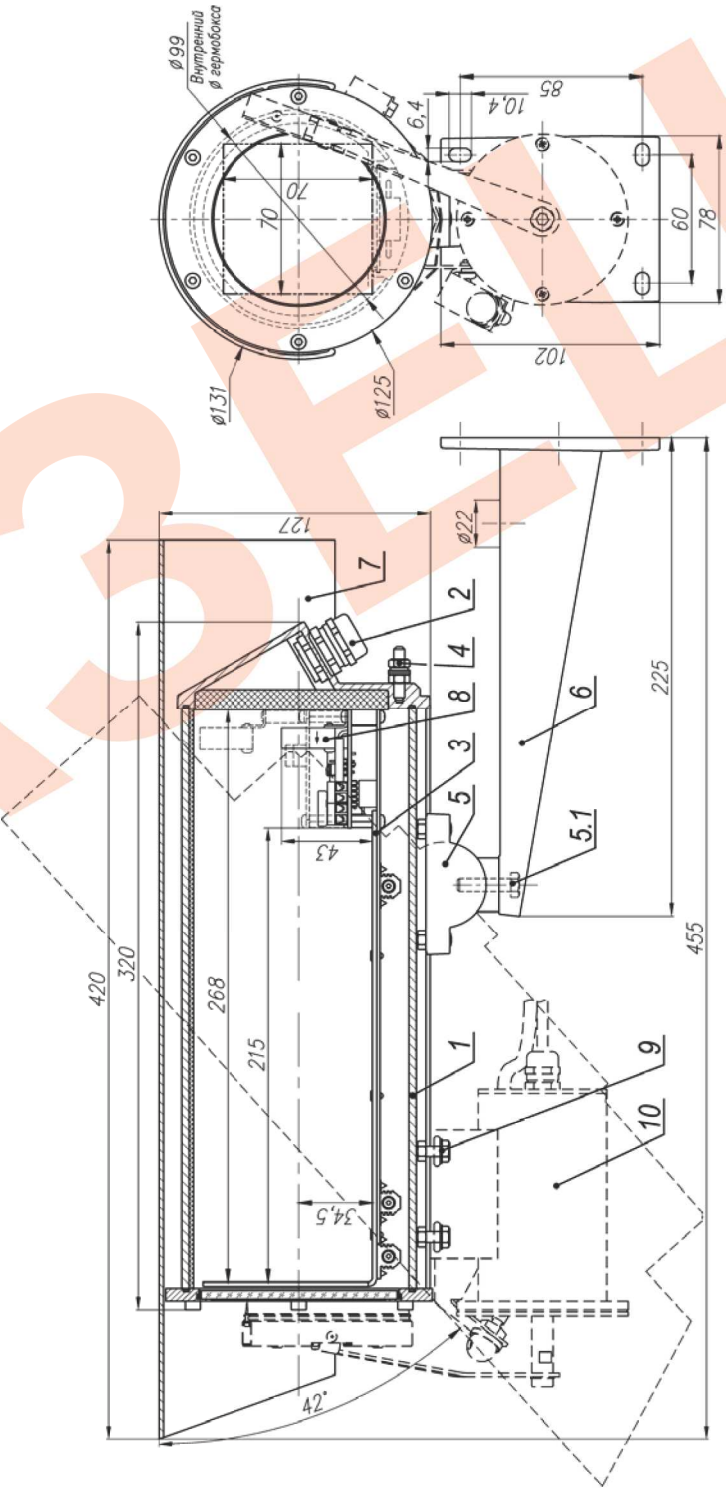

Рис.1 Состав и габаритно-установочные размеры ТГБ-7С
2. Выдвинуть модуль видеокамеры (поз.3 рис.1) из кожуха.
8. Ослабив болт фиксации шарнира (поз.5.1 рис.1) установить гермобокс на нужное направление обзора, после чего надежно зафиксировать шарнир затянув болт.
9. Заземлить гермобокс с помощью болта заземления (поз.4 рис.1).
В состав изделия входят (см. рис.1):